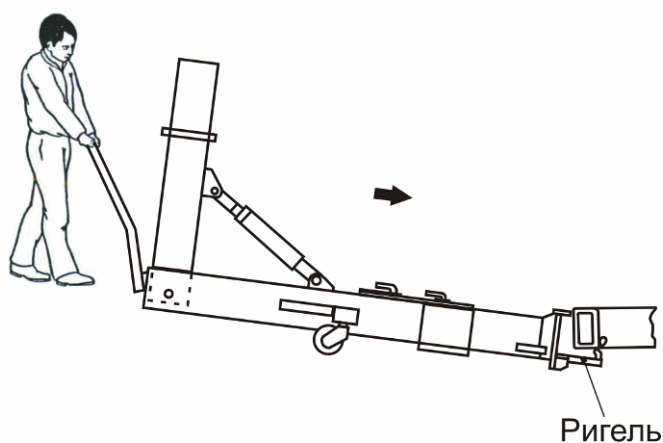

Рисунок 16
8.13. В зависимости от повреждения кузова, определите направление вытяжки и подведите сцепной узел силового устройства в исходное положение (Рисунок 16).